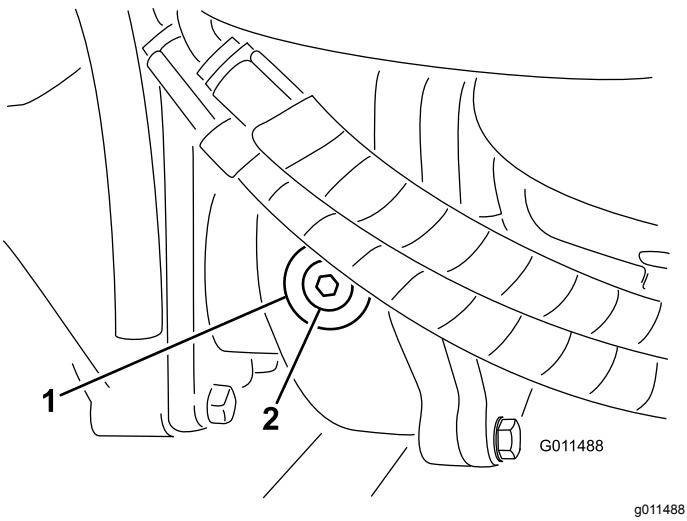

Figura 95
- Retire o tampão de verificação/enchimento que se encontra na zona esquerda da caixa de engrenagens e certifique-se de que existe lubrificante até ao fundo do orifício (Figura 95).